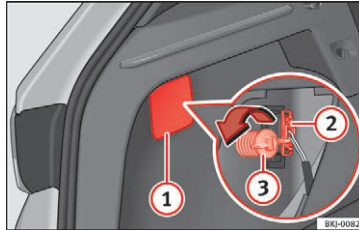
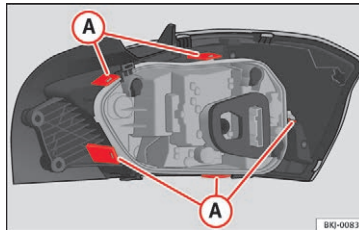

Fig. 100 Bagagerum: adgang til skrue til baglygte
Fig. 101 Fastgørelsestapper på bagsiden af baglygten
3. Vip afdækningen af ved udskæringen » Fig. 100 ① med den flade del af skruetrækkeren.
4. Træk stikket af lygten ②.
5. Skru skruen ud af lygten ③ med hånden eller ved hjælp af en skruetrækker.
7. Afmonter pæreholderen » Fig. 101 A ved at løsne fastgørelsestapperne.